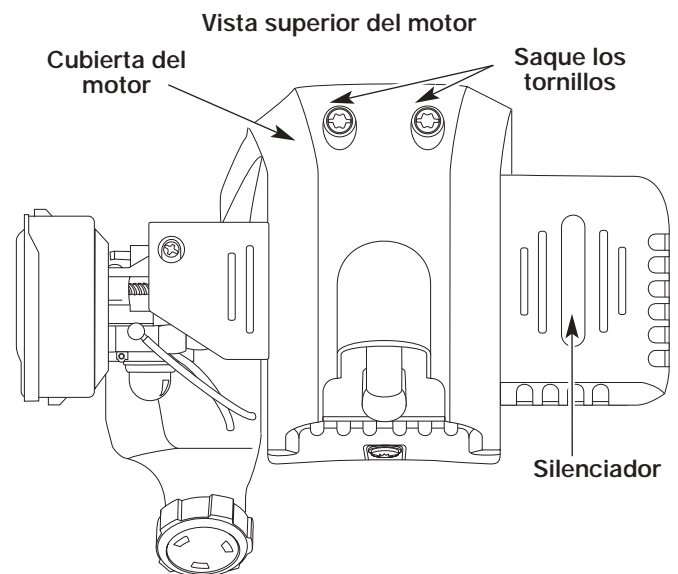

Fig. 24
1. Quite los dos (2) Tornillos de encima de la tapa del motor con un destornillador de pala o Torx #25 (Fig. 24).